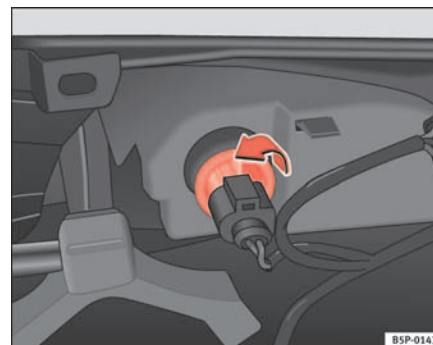

Fig. 192 Piloto por el lado interior del parachoques
- Gire el portalámparas a la izquierda, y extráigalo en el sentido de la flecha ⇒ fig. 192.